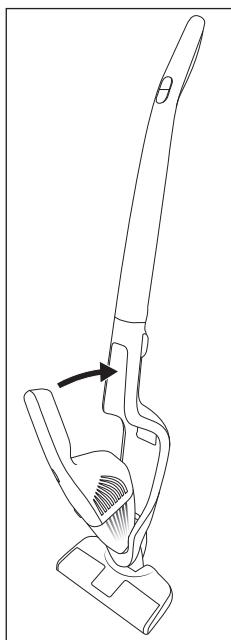
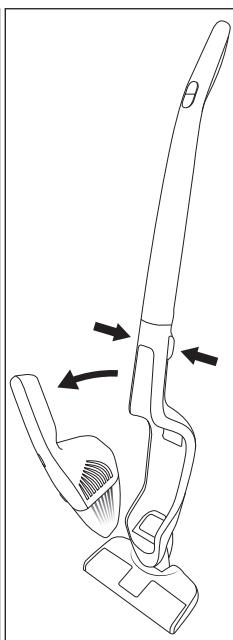

Fig. 2
Fig. 3
- Pentru a conecta unitatea manuală ③ cu mânerul ⑩, împingeți partea superioară a unității manuale ③ în decupajul locașului unității manuale ⑬.
- Apoi apăsați mânerul ① unității manuale ③ în mânerul aparatului ⑩, astfel încât unitatea manuală ③ să se coupleze și să se fixeze în poziție (fig. 2).
- Pentru a elibera unitatea manuală ③ de pe mâner ⑩, apăsați cele două taste de deblocare ⑫.
- Scoateți unitatea manuală ③ din locașul unității manuale ⑬ în sus/în față (fig. 3).